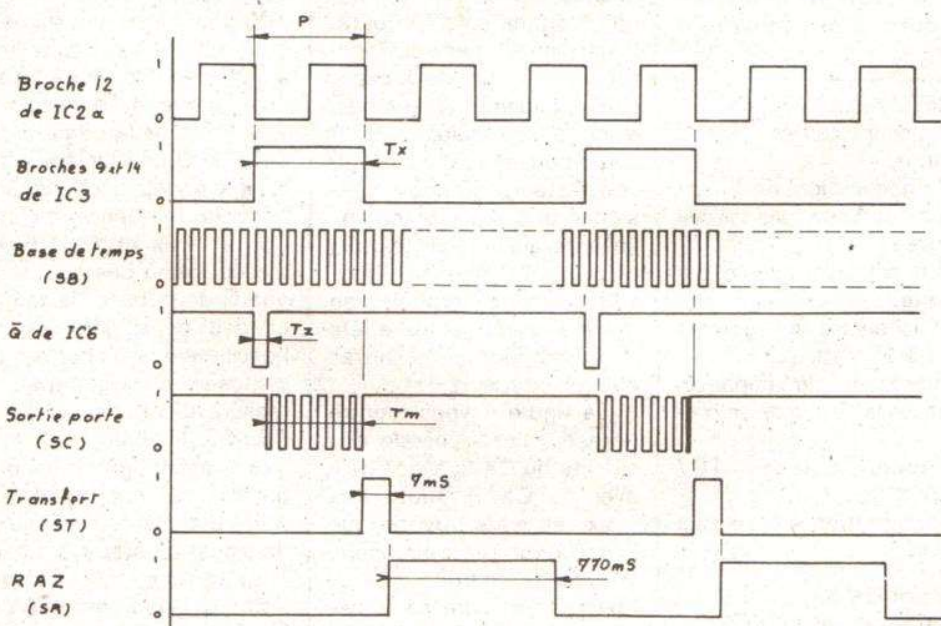

Fig. 2. - Chronogramme des principaux signaux délivrés par le CX 2.
élément (IC3a) est monté en diviseur par 2. Le deuxième permet de positionner correctement la sortie de IC3a afin qu'elle ne délivre qu'une seule impulsion positive entre deux remises à zéro du dispositif. Comme le montre la figure 2, la sortie de la commande de porte (Q de IC3a) n'est à l'état « 1 » que pendant un temps égal à la période du signal produit par l'oscillateur entre deux remises à zéro du circuit. On peut ainsi se rendre compte par l'examen du chronogramme que  $T_x = P$ . La porte (IC2b) est reliée à la sortie de la base de temps (SB), à celle de la commande de porte et, enfin, au circuit de compensation de zéro. Le CX 2 est en effet doté d'un circuit permettant d'annuler les effets de la capacité parasite d'entrée. Ce circuit est constitué d'un monostable intégré du type 74121 (IC6) dont l'entrée est reliée à la sortie Q de IC3a. Comme le montre la figure 2, la sor-
Nous en avons terminé avec l'analyse des circuits de fonctions du CX 2 et vous conseillons vivement de vous reporter au chronogramme de la figure 2 si certains points de ce qui précède vous semblent obscurs.